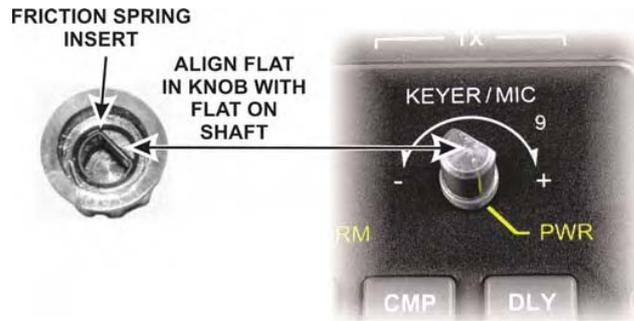

Figure 24. Mounting Friction Knobs.
□ 4つの残るエンコーダ軸の上で小さなダイヤルを押してください。これらのダイヤルはすべて同じサイズで、図24に示されるような摩擦バネによって適所に保持されます。適所に各ダイヤル押す前に各軸の上の平面でダイヤルの中の平面を整列させてください。それらがきつい適合である場合は、適所に各ダイヤルを押す間に指を持ったCPボードを支援してください。回転するエンコーダに加えて、ダイヤルにはそれぞれパネルへのダイヤルを押すことにより始動するスイッチがあります。軸の上に各ダイヤルを押す時、スイッチ・アクションを感じるでしょう。